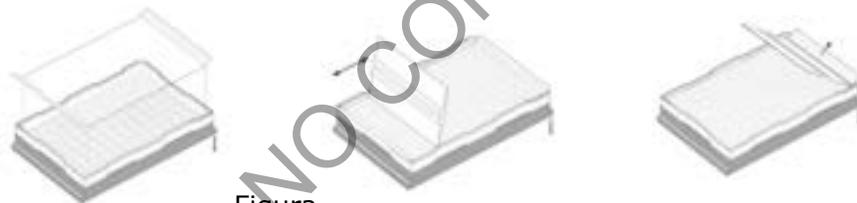

Figura 3.
7.1.19 Deslice el aplicador tipo lengüeta o paleta plástica ejerciendo firmemente presión vertical y horizontal para sellar toda la microplaca (debe quedar bien ajustada para prevenir contaminación, evaporación, irregularidades). Finalmente remueva las pestañas sobrantes por la línea punteada. Ver figura 3. Preferiblemente utilizar lotes de adhesivos ópticos vigentes, debido a que su calidad adhesiva se puede ver afectada con los años. Si nota irregularidades o desprendimiento del protector óptico, cambie a un nuevo lote.